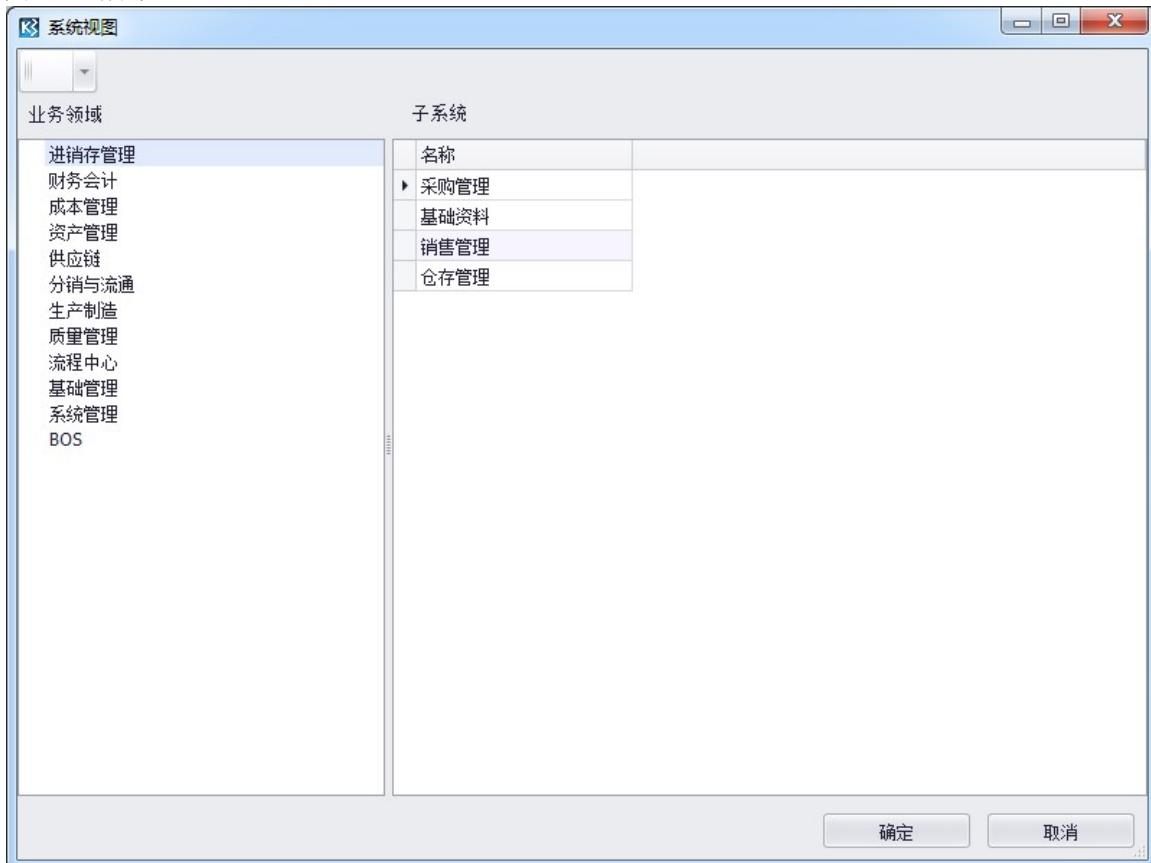

图 7-1-3 万能报表设计平台系统视图界面
- 3、登陆万能报表设计平台后，在系统视图界面选择【进销存管理】-【采购管理】，点击确定打开采购管理子系统，如图7-1-3所示。